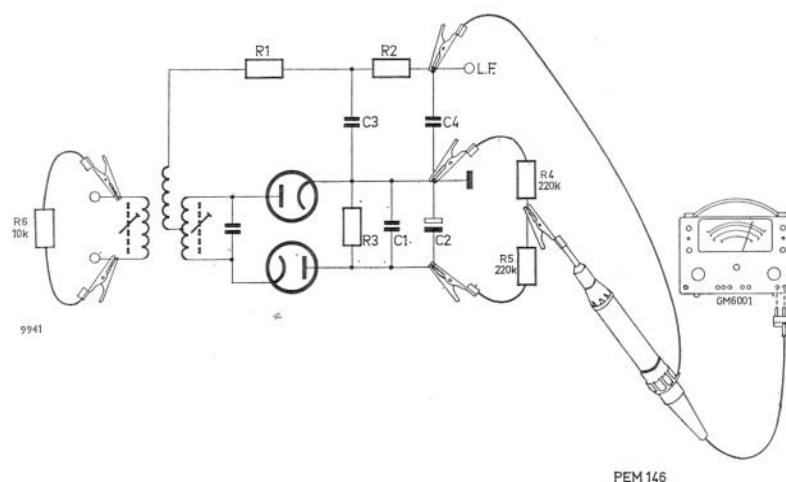

Fig. 16. Afregeling van de FM-discriminator
Sluit de buisvoltmeter aan volgens fig. 16. De twee hulpweerstanden R4 en R5 mogen een waarde hebben van ca 220 k Ω en dienen zo nauwkeurig mogelijk aan elkaar gelijk te zijn. Gebruik voor dit doel dus 1 %-weerstanden of twee speciaal uitgezochte exemplaren. (Controleren met een nauwkeurige ohmmeter of meetbrug, b.v. GM 4144.)
Sluit de buisvoltmeter aan op de elektrolytische condensator C2 (fig. 16). Stel de buisvoltmeter in op een meetgebied van -3 V gelijkspanning.
7. Demp de primaire kring van het laatste m.f.-bandfilter met een weerstand van ca 10 k Ω (R6 in fig. 16). Regel de kern van de secundaire kring op minimale uitslag van de buisvoltmeter (aangesloten volgens fig. 16).